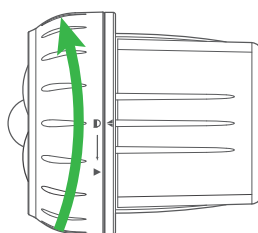

Figura 3
3. Alinee las ▲ marcas y luego gire la cubierta delantera en el sentido de las agujas del reloj hacia la posición de bloqueo ■, como se muestra abajo, para asegurar el compartimiento de las baterías (ver Figura 3).
3. Dentro de los siguientes 25 segundos, luego gire la cubierta delantera en el sentido de las agujas del reloj hacia la posición de bloqueo ■ para asegurar el compartimiento de las baterías (vea **Figura 3** en la página anterior). La melodía del canal del sensor suena junto con el indicador LED correspondiente al canal del sensor que parpadea en el receptor de alarma interior para confirmar una vinculación correcta.